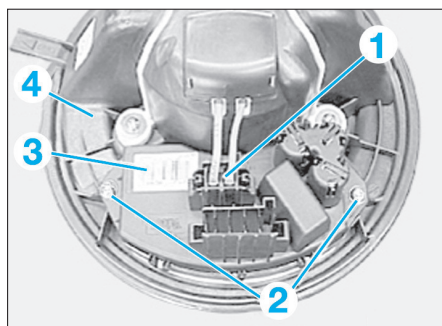

Fig. 42
- Déverrouiller et débrancher le connecteur (1) (Fig.42).